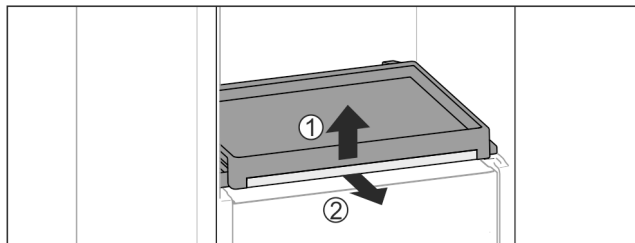

Fig. 107
- ▶ Вынуть выдвижную панель со стеклянной панелью: Слегка приподнимите спереди стеклянную полку Fig. 107 (1) и потяните вперед Fig. 107 (2).